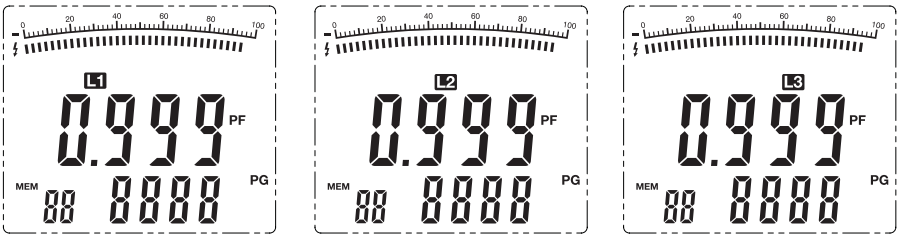

图 11
4. 按下 L1-L2-L3 按钮，选择被夹住的导线。（图 11）